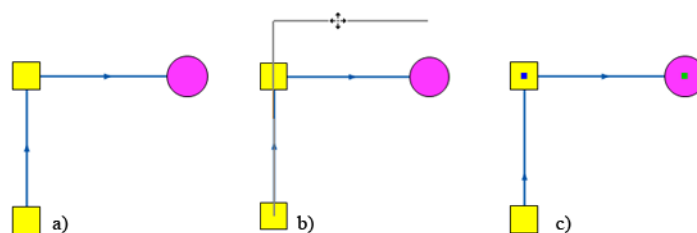

Рисунок 6.7. Перемещение отрезка
2. Для переноса отрезка вместе со связанными с ним объектами подвести курсор к отрезку и нажать левую клавишу мыши, не отпуская клавишу переместить отрезок на нужное место (смотрите Рисунок 6.7, «Перемещение отрезка»b).
3. Отпустить клавишу мыши для окончания перемещения отрезка (смотрите Рисунок 6.7, «Перемещение отрезка»с).